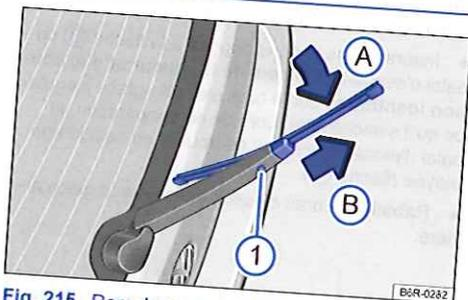

Fig. 215 Remplacement du balai d'essuie-glace arrière.
- Maintenez enfoncée la touche de déverrouillage ⇒ fig. 215 ①.
- Basculez le balai d'essuie-glace en direction du bras d'essuie-glace ⇒ fig. 215 (flèche® A) et retirez-le en même temps dans le sens de la flèche B. Il se peut que vous deviez exercer pour cela une force relativement importante.